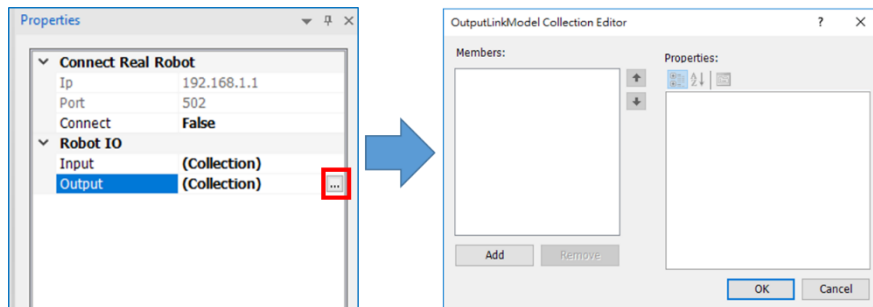
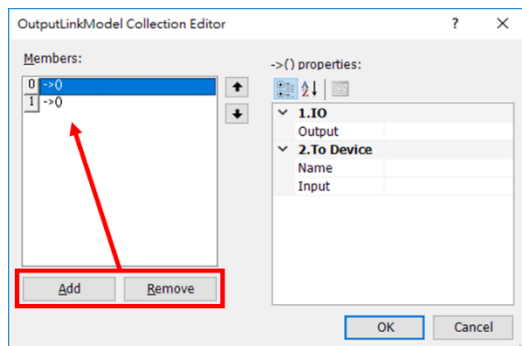

Figure 53. 開啟 Robot I/O Output 設定
Figure 54. 新增連結的 output 設備
(3) Sensor 與 Robot 關係，如 Figure 53 所示；連結設定，如 Figure 54 所示